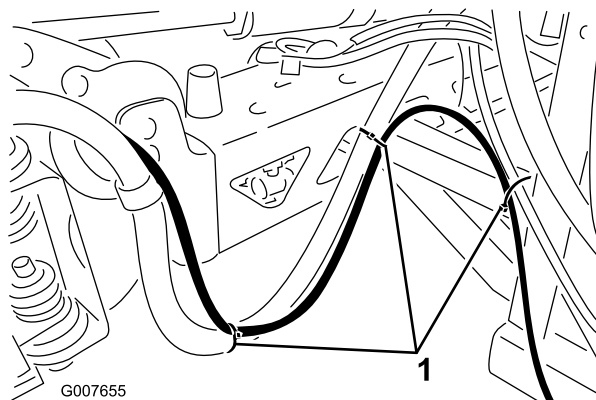

Рисунок 9
- C. Продолжайте прокладывать шланг вдоль уже имеющегося на стреле шланга подачи. С помощью пластиковых хомутов прикрепите шланг к поперечине в местах, указанных на Рисунок 9.